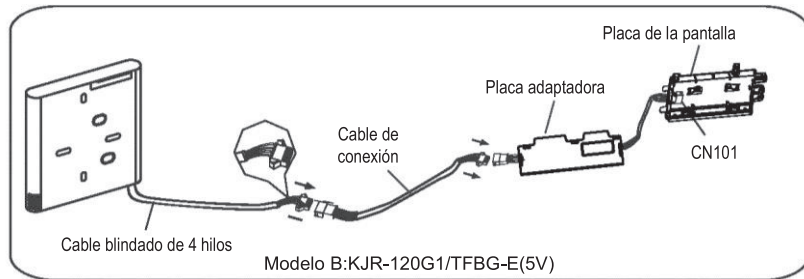

Fig 3-3(B)
- Conecte el conector hembra de la placa adaptadora con el conector macho del grupo de cables. A continuación conecte el otro extremo de la placa adaptadora con la placa de la pantalla. (Vea la Fig.3-3(B))